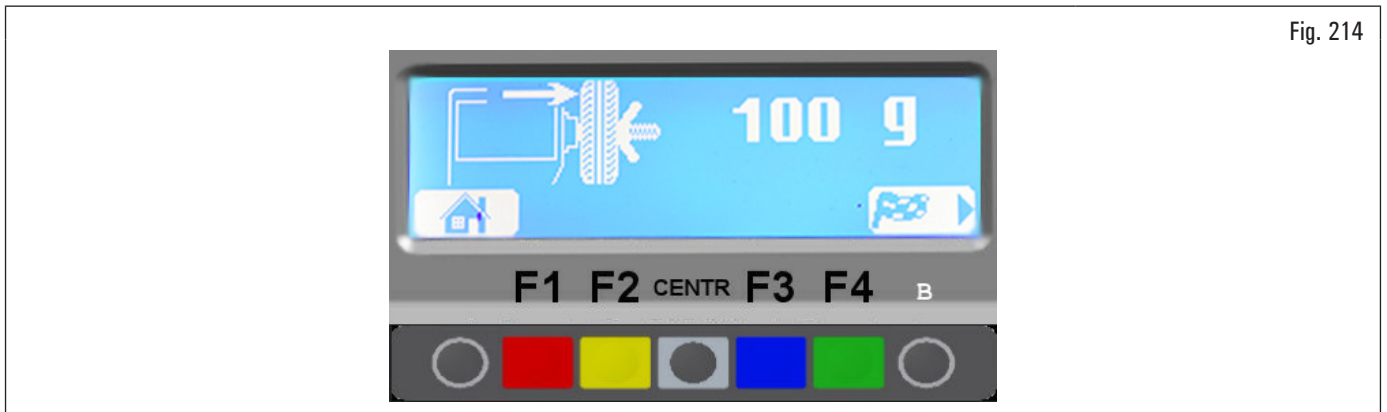

Fig. 214
7. au terme du cycle de lancement, enlever le poids de 100 g (3.52 oz) du côté externe et l'appliquer exactement dans la même position à l'intérieur de la roue, comme indiqué à la Fig. 214 ;
Presser la touche « F2 » et la Fig. 214 sera affichée.